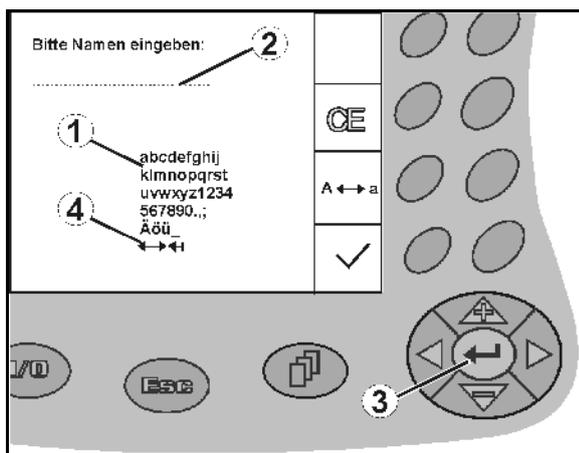

Fig. 13
S'il est nécessaire de saisir des textes ou des chiffres sur l'AMATRON⁺, le menu de saisie (Fig. 13) apparaît.
Dans la partie inférieure de l'écran s'affiche un champ de sélection (Fig. 13/1) qui comporte des lettres, des chiffres et des flèches permettant de remplir la ligne de saisie (Fig. 13/2) (avec du texte ou des chiffres).
, , ,  Sélectionner des lettres ou chiffres dans le champ de sélection (Fig. 13/3).
-  Valider la sélection (Fig. 13/3).
Les flèches  du champ de sélection (Fig. 13/4) permettent de se déplacer dans la ligne de texte.
La flèche  du champ de sélection (Fig. 13/4) efface le dernier caractère saisi.